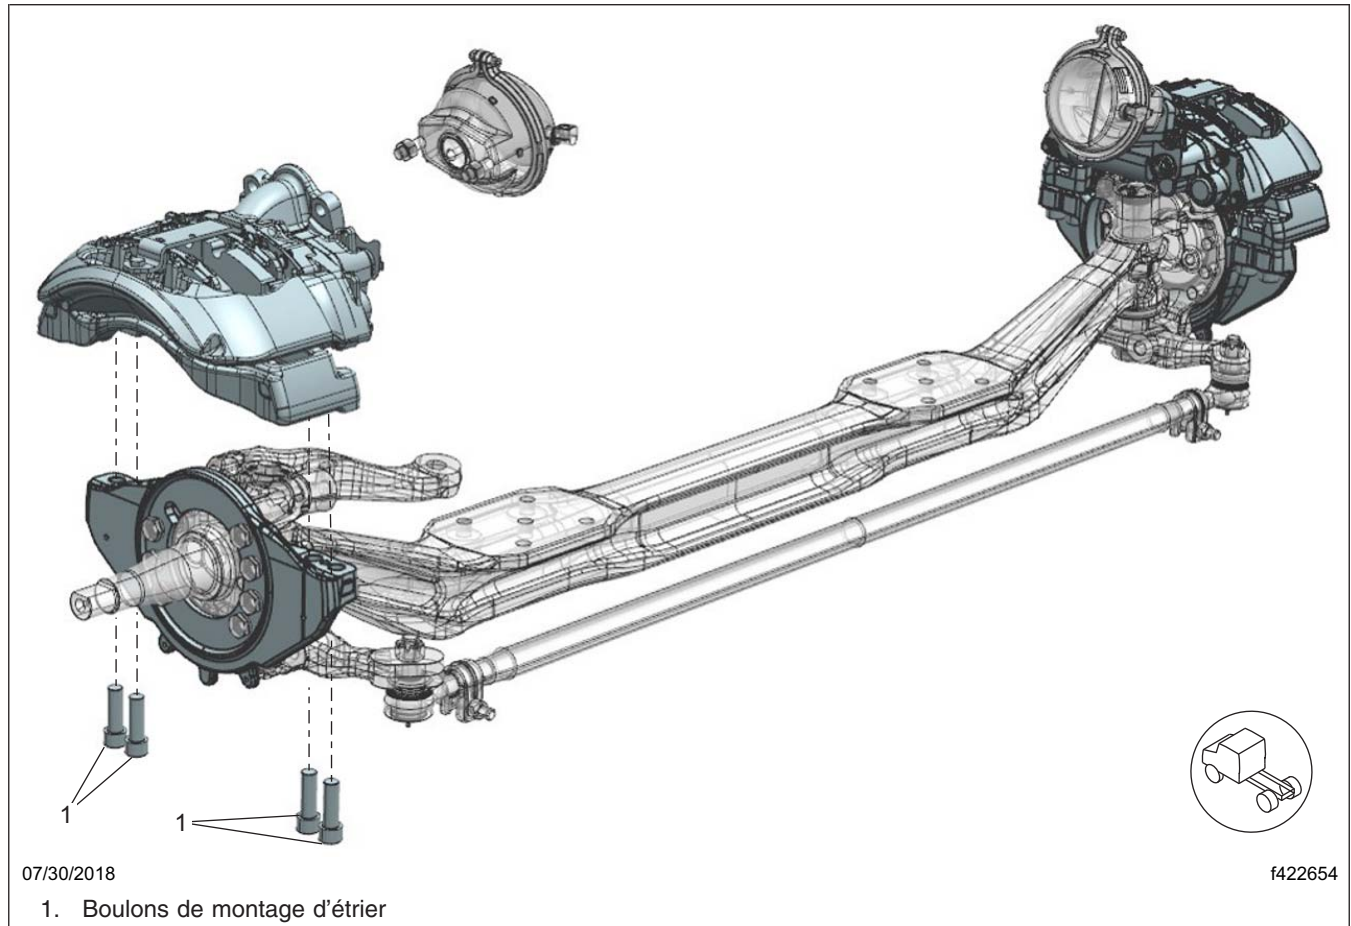
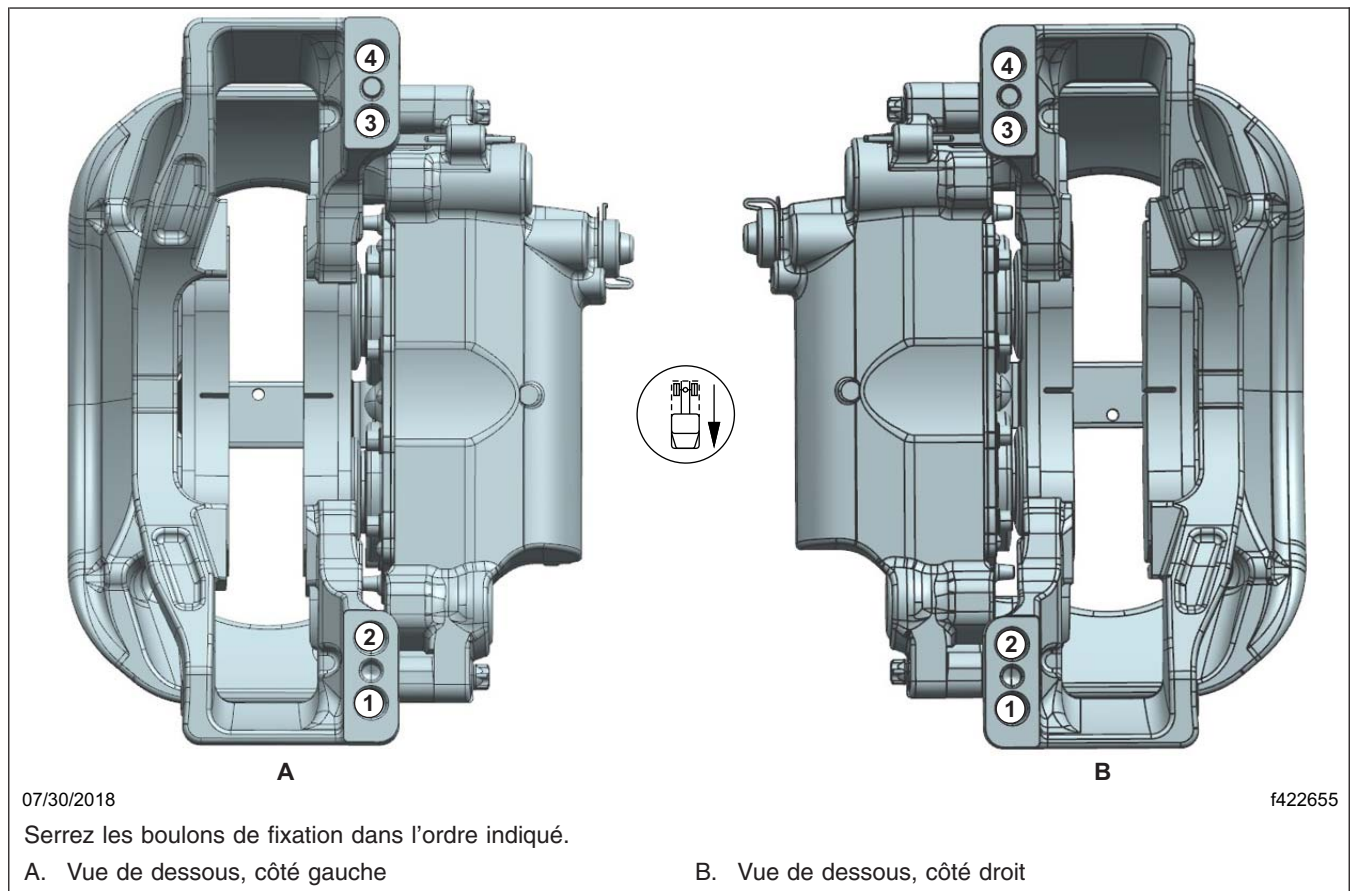

Fig. 7, Étrier Meritor à montage radial
Fig. 8, Ordre de serrage, étrier Meritor
9. Alignez chaque ensemble étrier/support avec le rotor en repoussant le côté à tige fixe de l'étrier contre le rebord de la plaque de couple, puis installez l'ensemble étrier/support en utilisant les boulons de fixation de l'étrier neufs. Reportez-vous à la figure 7 et la figure 8.
10. Serrez les boulons de fixation du support en deux étapes, en appliquant la séquence indiquée sur la **figure 8**.